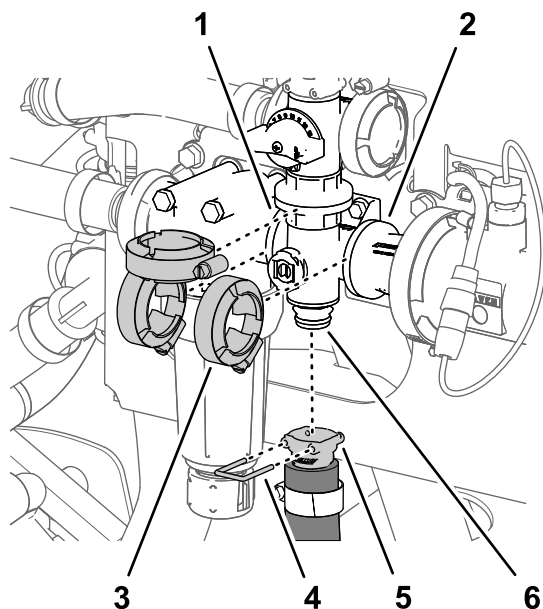

Figura 104
1. Rimuovete il perno di collegamento rapido che fissa l'accoppiatore rapido del flessibile dell'agitatore al collettore della valvola dell'agitatore (Figura 104).
2. Rimuovete i 3 morsetti flangiati che fissano il collettore della valvola dell'agitatore alle flange della testa del filtro della pressione e dell'adattatore di accoppiamento (Figura 104).